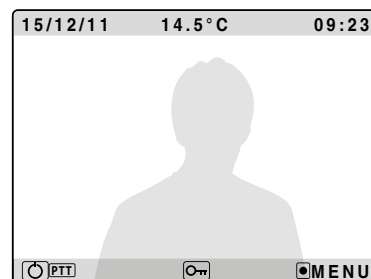

Fig. 1A
- Rispondere in modalità viva-voce premendo il pulsante  **Fig.1A** (o sollevando la cornetta per il modello Art. KRV76);